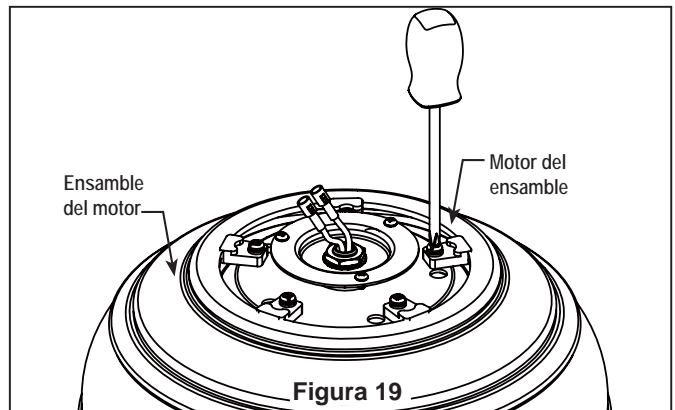

Figura 19
2. Retire y deseche los toques del motor del ensamble del motor quitando los tornillos. (Figura 19)